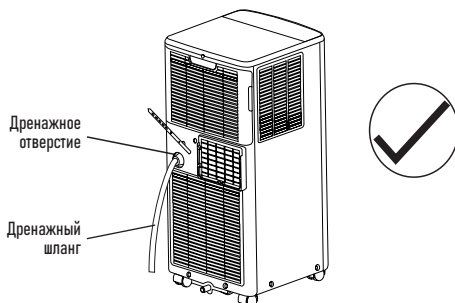

Рисунок 11
- Подсоедините дренажный шланг к отверстию (рисунок 11). Другой конец шланга опустите в сливное отверстие или другое место для слива.